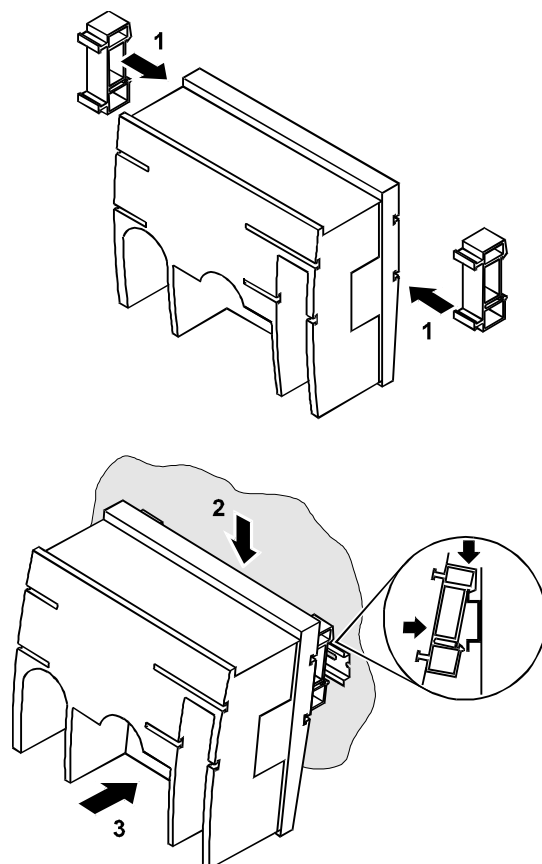

Рис. 11. Установка контроллера без ПУ в стойку
1. Закрепите на корпусе контроллера скобы для крепления к направляющей стандарта DIN, как показано на Рис. Рис. 11.
2. Установите контроллер на направляющую, как показано на Рис. Рис. 11.
5. Установите на корпус контроллера скобы для крепления к направляющей DIN как показано на рис. 11.